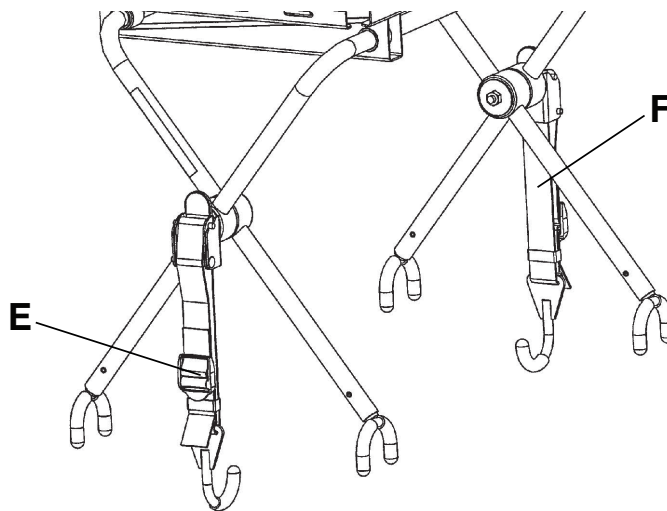

Figura 29 – Atașați platforma defibrilatorului la targă
9. Fixați curelele (E) pentru a ține defibrilatorul pe platforma defibrilatorului (Figura 29).